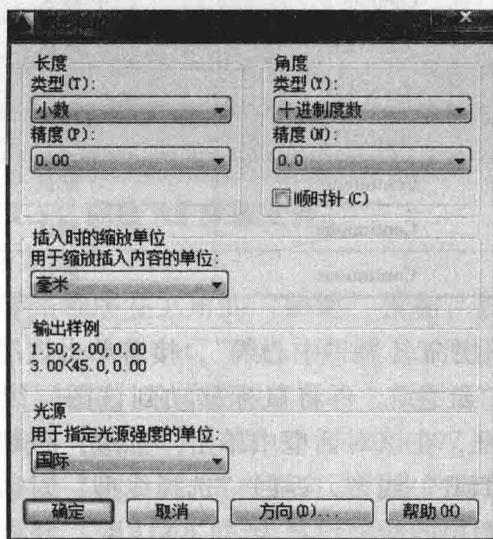

图 1-2 “图形单位”对话框
- 选择“格式”菜单 | “单位”命令，或在命令行输入 UNITS 命令并按回车键 Enter。打开“图形单位”对话框，如图 1-2 所示。